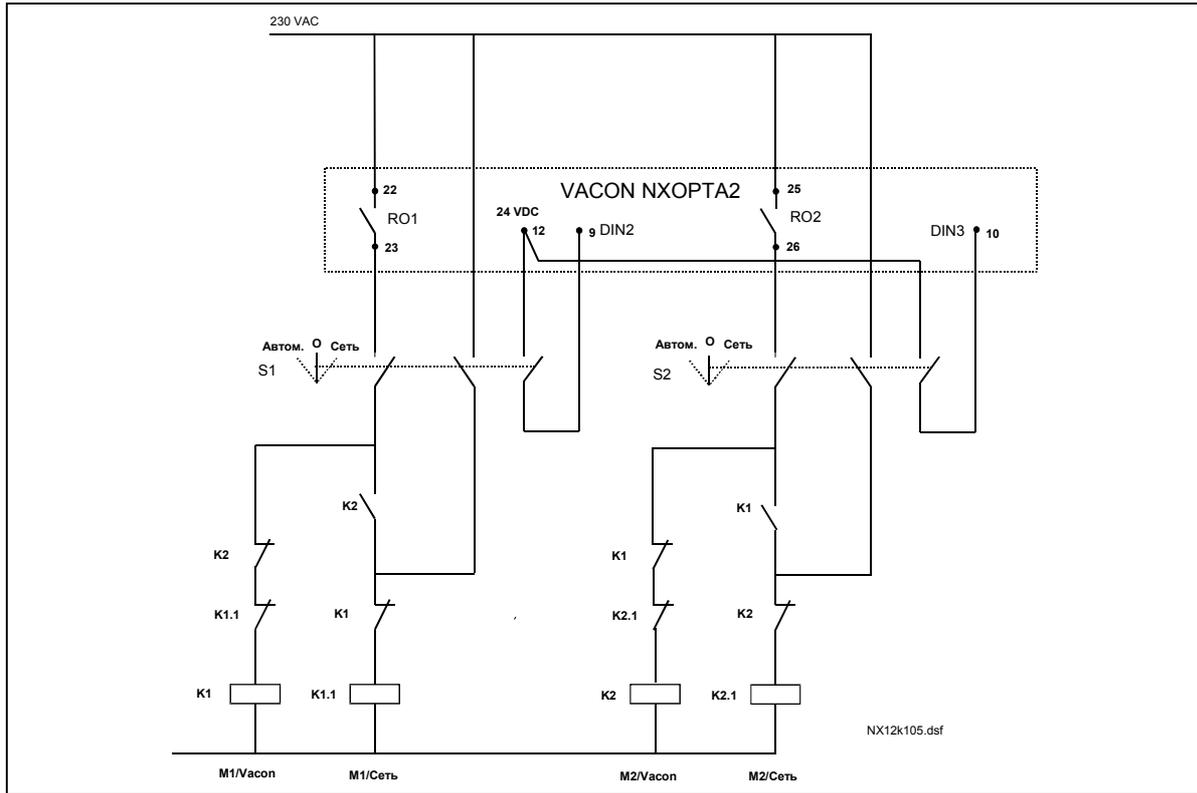
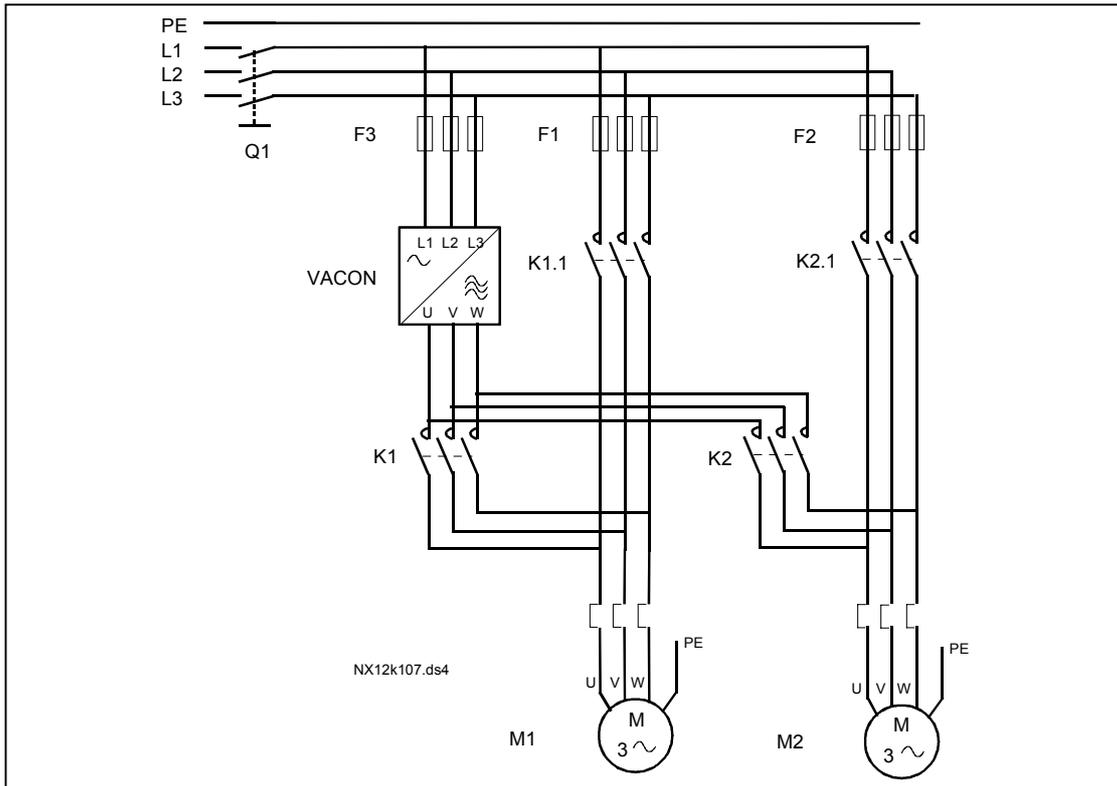
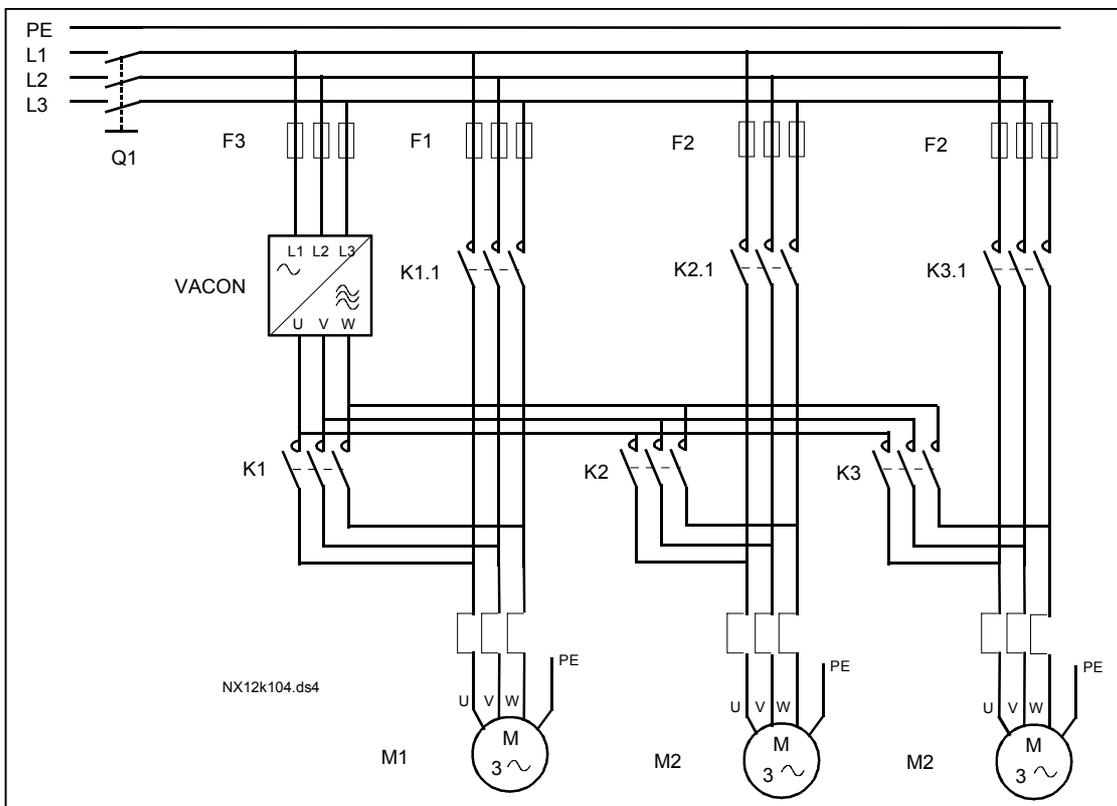

Рис. 7-1. Двухнасосная система с автозаменой, принципиальная схема управления
Рис. 7-5. Пример двухнасосной автозамены, силовая схема.
Рис. 7-6. Пример трехнасосной автозамены, силовая схема
- Внешние контакторы, управляемые через релейные выходы ПЧ, соединяют приводы с ПЧ или с сетью питания. Если двигатель, управляемый ПЧ, включен в последовательность автозамены, то он всегда контролируется через релейный выход, активизируемый первым. Остальные реле, которые включаются позже, управляют вспомогательными приводами (см. Рис. 7-5 и Рис. 7-6).
Автоматическое изменение порядка пуска и останова активизируется и применяется либо только к вспомогательным приводам, либо к вспомогательным приводам и приводу, управляемым ПЧ, в зависимости от значения параметра 2.9.25, *Automatics selection (Выбор Автоматики)*. По умолчанию, Автозамена активна для 2 приводов. См Рис. 7-1 и Рис. 7-5.